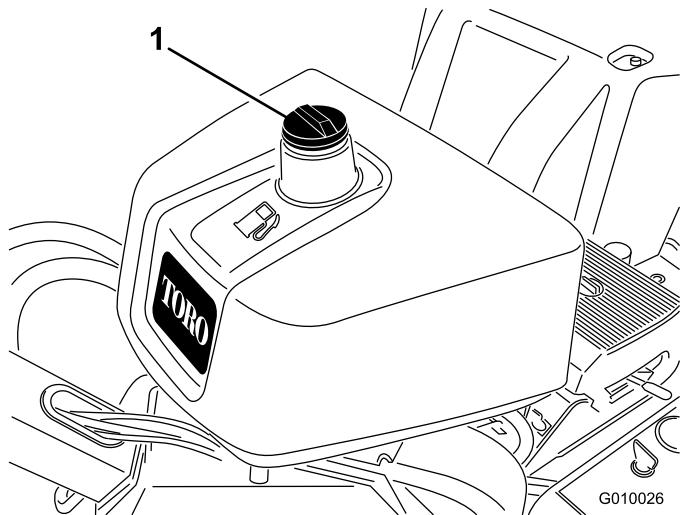

図 16
2. 燃料キャップ（図 16）の周囲をきれいに拭いてキャップ外す。